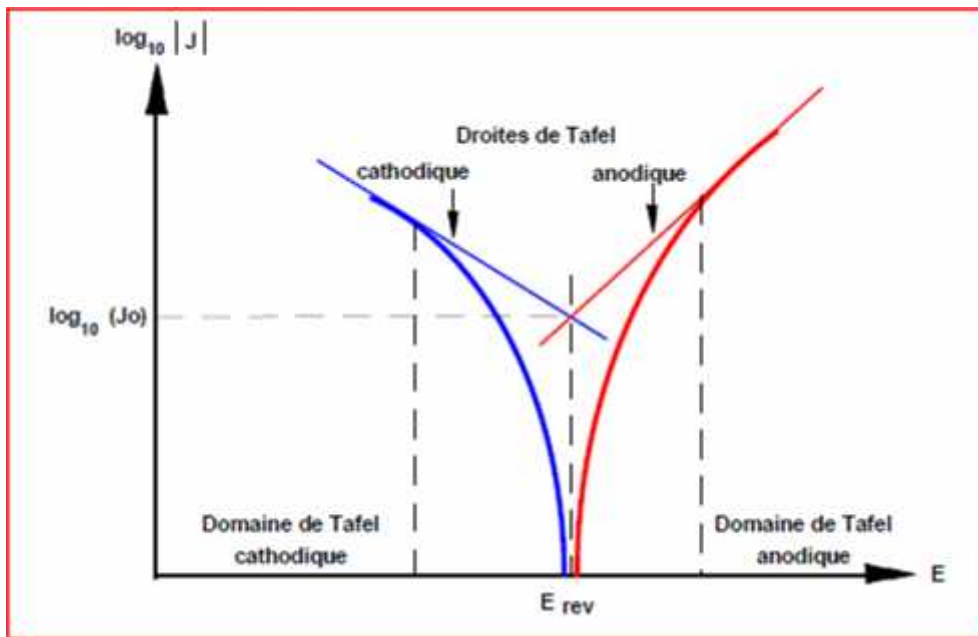

Figure 16 : Droite de Tafel
**Exemple :** La corrosion d'un clou dans un milieu corrosif constitué de NaCl, phénolphtaléine et ferricyanure de potassium selon la figure 16, donne lieu aux réactions suivantes :
Le tracé des deux courbes logarithmiques de  $i$  (courbes de Tafel), leur intersection permet de définir  $i_{corr}$  et  $E_{corr}$  comme le montre la figure 16.